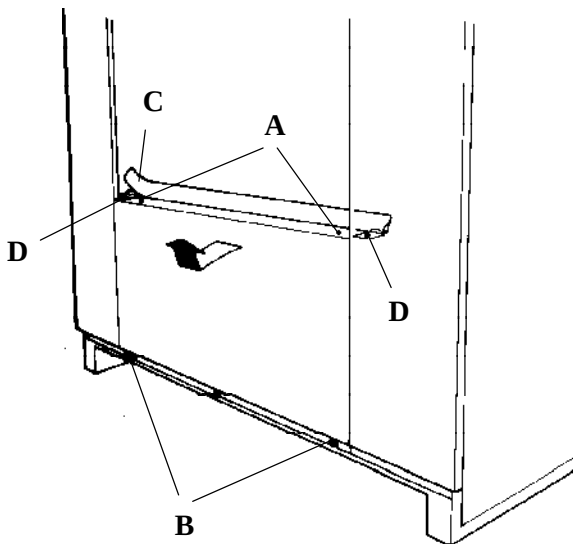

fig. 10
- Remove the screws (**fig. 10/A**) holding lower front panel and loosen the three screws (**fig. 10/B**) holding the chassis base.
- Separate the rubber profile (**fig. 10/C**) at the two small side guards (**fig. 10/D**) and remove the front guard (**fig. 10**).
- Desmontar los tornillos (**fig. 10/A**) de fijación de la tapa frontal inferior y aflojar los tres tornillos (**fig. 10/B**) de fijación a la base del chasis.
- Separar el perfil de goma (**fig. 10/C**) de las dos tapetas laterales (**fig. 10/D**) y retirar la tapa frontal (**fig. 10**).
- Démonter les vis (**fig. 10/A**) de fixation du protecteur frontal inférieur et desserrer les trois vis (**fig. 10/B**) de fixation à la base du châssis.
- Séparer le profilé de caoutchouc (**fig. 10/C**) des deux carters latéraux (**fig. 10/D**) et enlever le protecteur frontal (**fig. 10**).